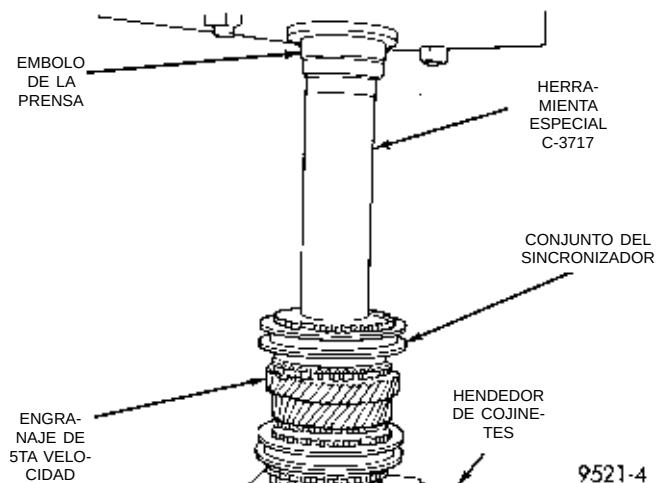

Fig. 95 Instalación del engranaje de 5ta velocidad
(11) Mediante la herramienta especial N° C-3717, instale el engranaje y sincronizador de 5ta velocidad (Fig. 95). La maza del sincronizador de 5ta velocidad tiene la letra **S** estampada en la cara superior de la misma. Esta letra indica que la maza debe instalarse con la **S** hacia arriba.